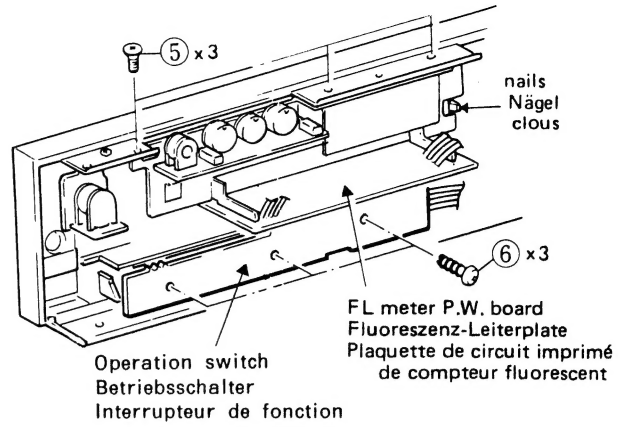

Fig. 6 Abb. 6
5. FL meter P.W. Board Control Board (Fig. 6)
5. Fluoreszenz-Pegelmesser—Leiterplatte, Steuerungsleiterplatte (Abb. 6)
5. Carte à Circuits imprimés d'indicateur fluorescent, carte à circuits imprimés de commande (Fig. 6)